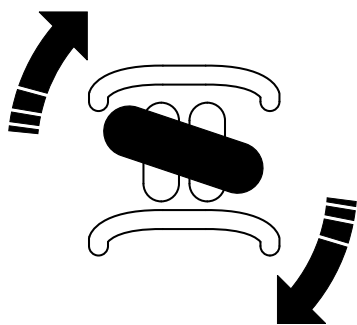

Figura 10
- Para girar a la derecha, gire el control de tracción en el sentido de las agujas del reloj (Figura 10).